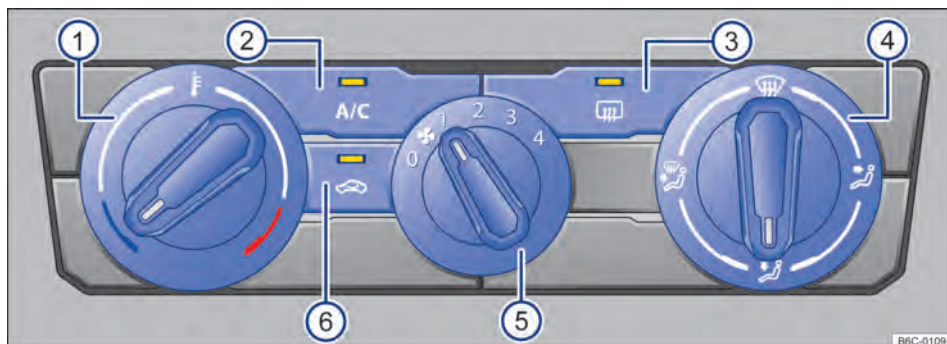

Fig. 81 Comandos do ar-condicionado.
- *Ar-condicionado*: girar o regulador do ventilador para o nível 0 → Fig. 81 (5).
- *Ar-condicionado*: girar o regulador rotativo esquerdo → Fig. 81 (1).
- *Ar-condicionado*: girar o regulador do ventilador → Fig. 81 (5).
- *Ar-condicionado*: girar o regulador da direita → Fig. 81 (4) para posição desejada.
- *Ar-condicionado*: girar o regulador direito para a posição  → Fig. 81 (4).